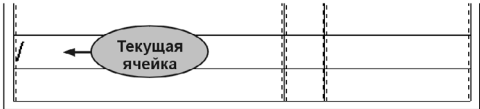

Рис. 36.7. Выбор ячейки для разбиения по вертикали
- 5.1. Сделайте текущей вторую ячейку снизу в первом столбце (рис. 36.7).